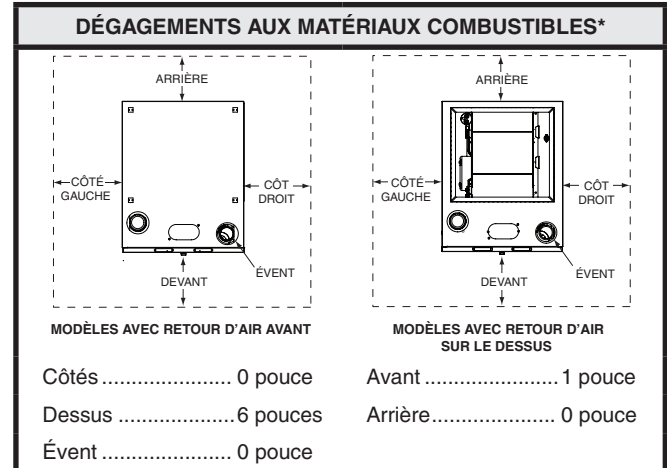

Figure 1. Dégagements minimaux
- L'espace autour de cette fournaise à gaz (Figure 1, (page 4)) et d'autres appareils doit demeurer libre et ne contenir aucun matériau combustible ni essence ou autres vapeurs ou liquides inflammables. Évitez d'entreposer ou d'utiliser tout article inflammable tel que de la peinture, du vernis et des décapants près de l'appareil.
La fournaise est conçue pour respecter certains dégagements aux matériaux combustibles, comme le bois, le papier, etc. Certains types d'isolants sont combustibles. Si la fournaise est installée dans un comble, à proximité de murs non finis ou dans un autre espace isolé, maintenez l'aire autour de la fournaise exempte de matériaux isolants. Voyez la Figure 1 ci-dessous.